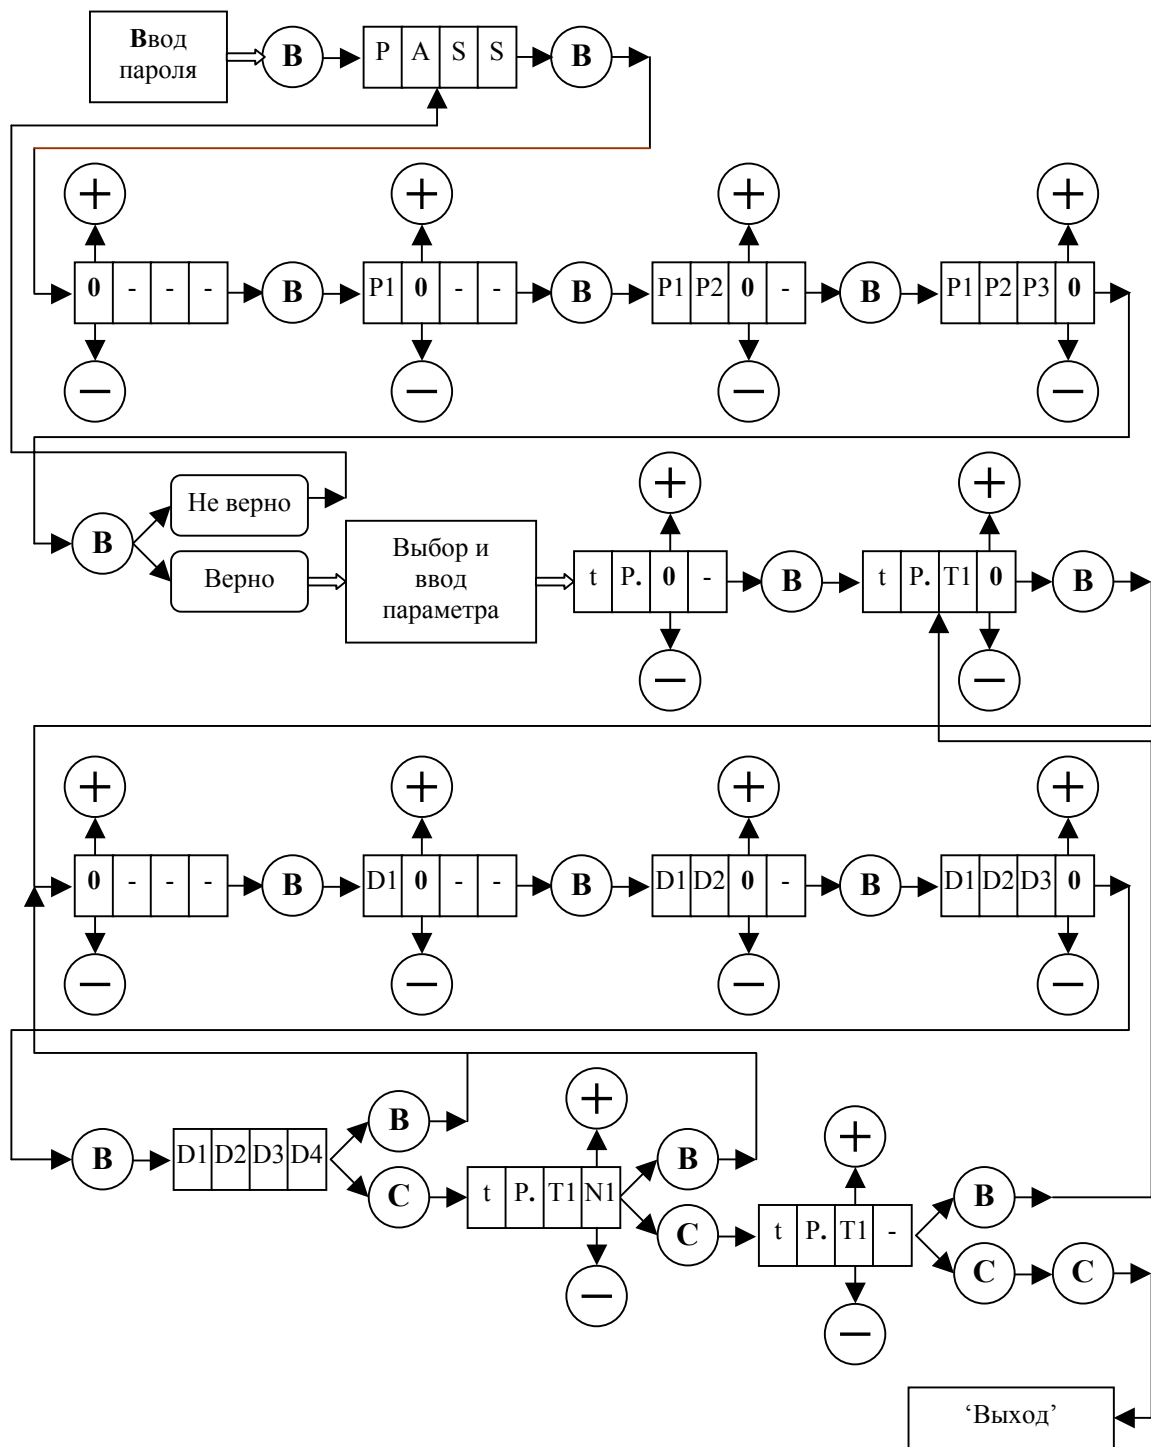

Рис. 4. Ввод параметров с помощью клавиатуры.
3.8.11.2. На **рис. 4** изображена диаграмма ввода параметров с помощью клавиатуры, где кружки с соответствующими надписями обозначают кнопки клавиатуры, причем буква **В** обозначает **ВВОД**, а буква **С** – **СБРОС**.